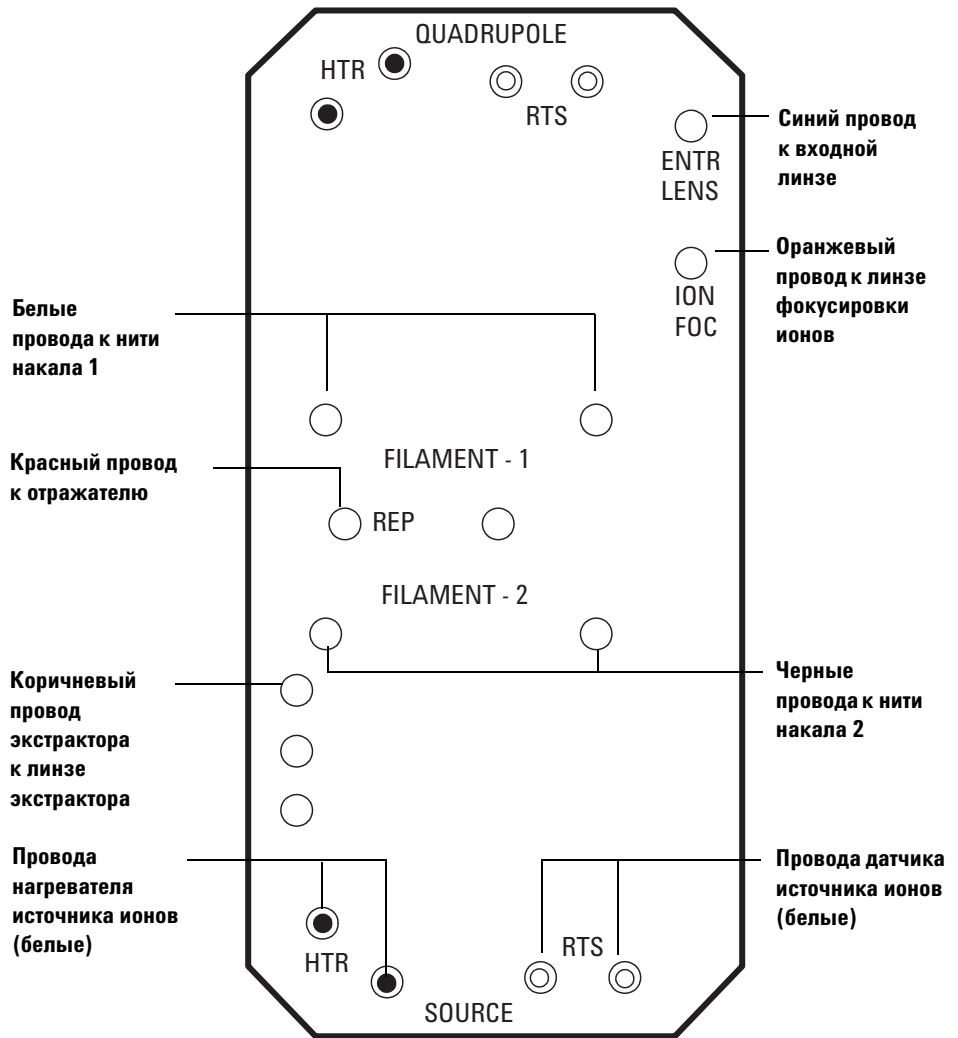
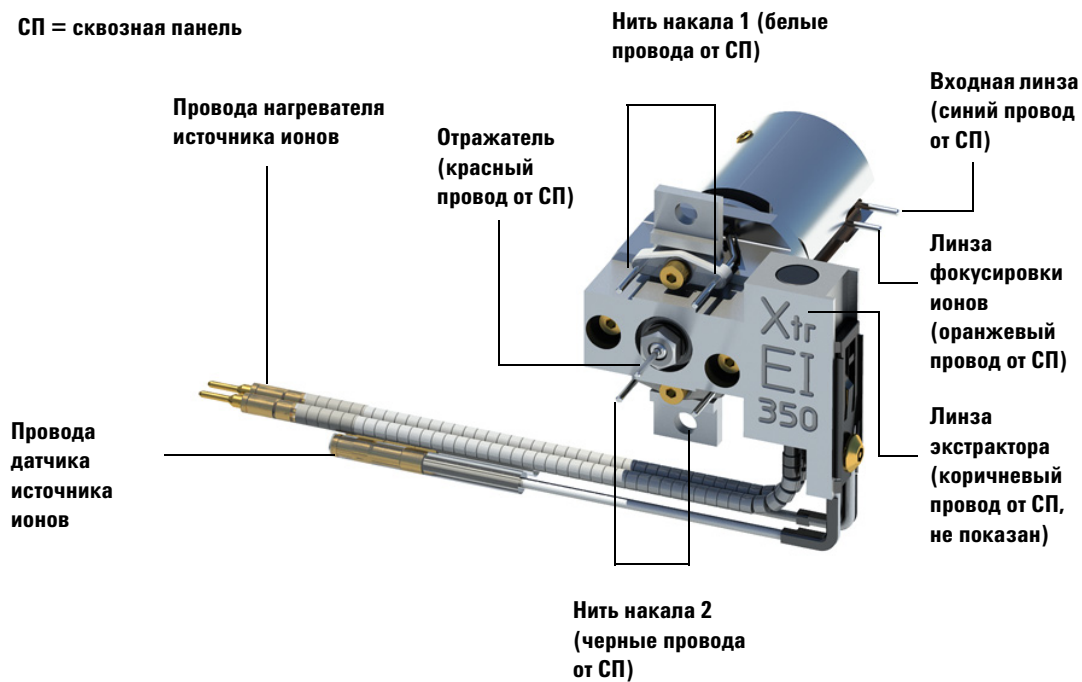

Рисунок 29 Разводка сквозной панели
Рисунок 30 Разводка проводов источника ионов
- 3 Соедините провода источника ионов, как показано в разделе Рисунок 30 на стр. 172.
Сведения о разводке приведены в Таблица 22, а схема показана на Рисунок 29 на стр. 171 и Рисунок 30 на стр. 172. Слово "панель" в таблице обозначает сквозную панель, расположенную рядом с источником ионов.
- 4 При извлечении источника с экстрактором извлеките коричневый провод экстрактора из сквозной панели и при хранении держите его вместе с источником ионов ЭУ с экстрактором. См. Рисунок 30 на стр. 172.